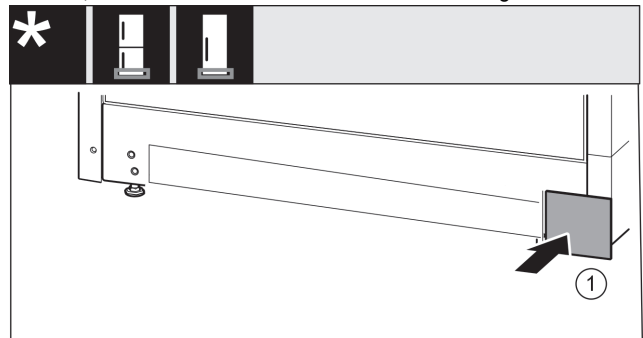

Fig. 30
- Abdeckung Fig. 30 (1) auf der anderen Seite wieder aufsetzen.